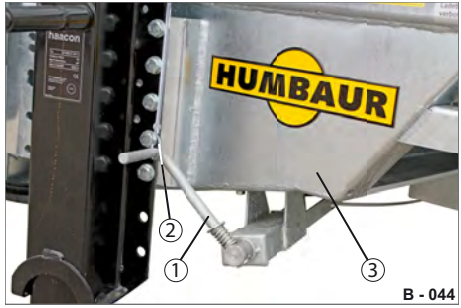
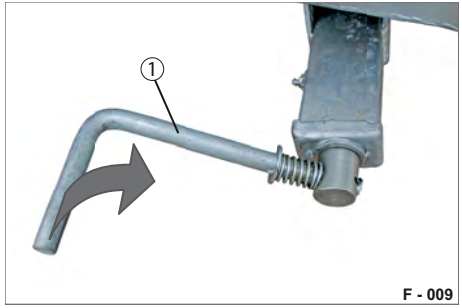

Abb. 12 Spindel-Feststellbremse in Fahrstellung gesichert
Abb. 13 Spindel-Feststellbremse anziehen
- ▶ Lösen Sie den Haken (Abb. 12/2) von der Kurbel (Abb. 13/1).